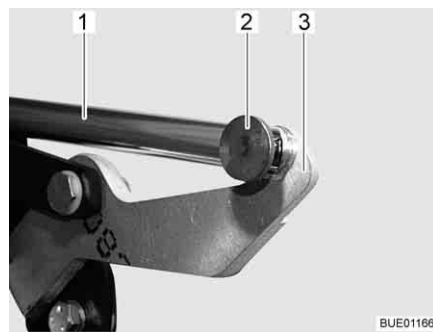

Fig. 126 Azionamento
- Rimuovere il collegamento (p. es. copiglia e perno) (Fig. 126,2) tra la biella (Fig. 126,1) e la leva (Fig. 126,3).